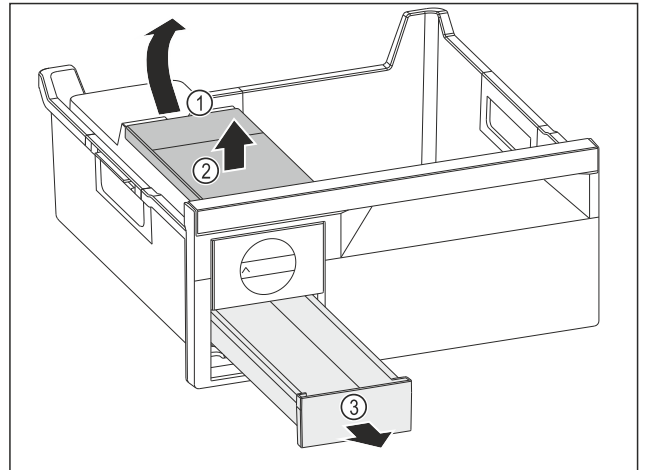

Fig. 105
- ▶ Sacar el depósito de agua: Subir el depósito de agua por la entalladura Fig. 105 (1).
- ▶ Extraer el depósito de agua Fig. 105 (2) por arriba.
- ▶ Extraer el cajón para cubitos de hielo Fig. 105 (3) por delante.